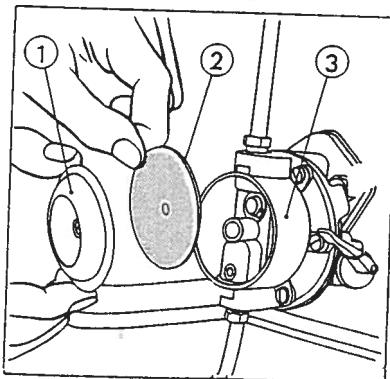

Fig. 16
2. Skru ut midtbolten og fjern dekselet og membranen (fig. 16.)